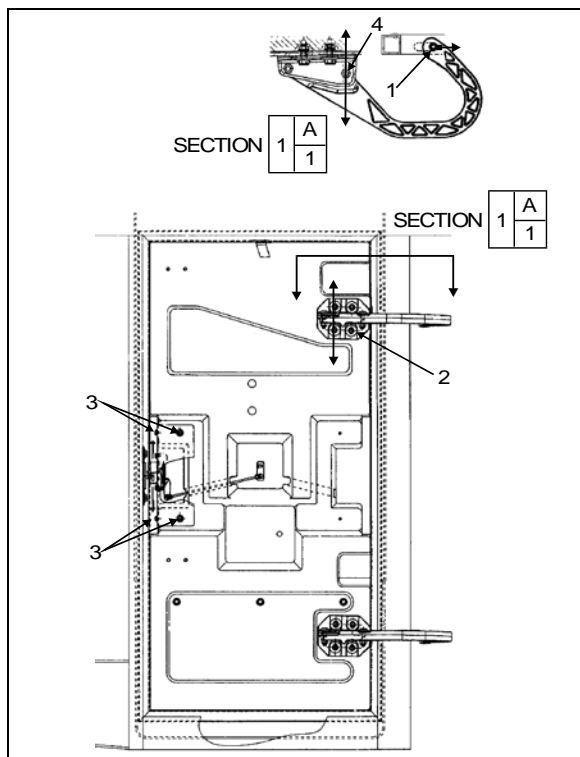

FIGURE 85 : PORTE DU COMPARTIMENT PRINCIPAL D'ALIMENTATION
1. Desserrer l'écrou (1, Figure 85).
3. Serrer l'écrou (1, Figure 85).
4. Desserrer l'écrou (4, Figure 85).
7. Desserrer les vis (2, Figure 85). Les vis permettent de déplacer la porte vers le haut ou le bas.